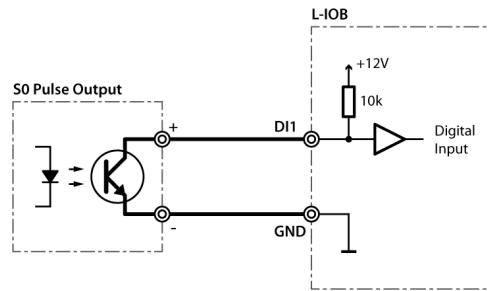

Abbildung 44: S0-Pulszähler an DI
S0-Pulszähler müssen an Digitaleingänge (DI) angeschlossen werden, siehe Abbildung 44.